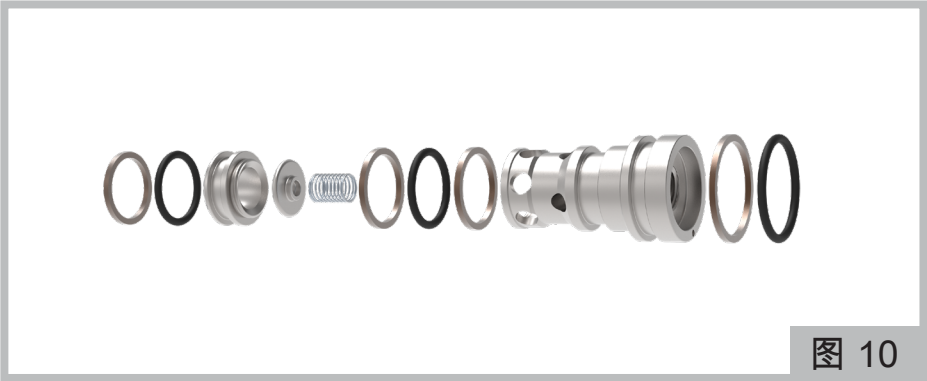

图 10
a) 安装吸入阀（图10的操作A）
b) 安装阀座和相关的密封圈（图10的操作B）